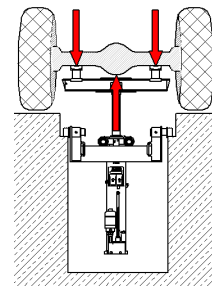
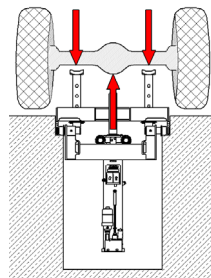
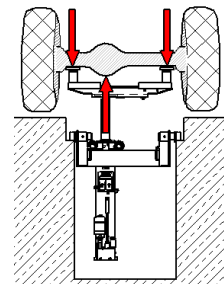

Abb. 19
Abb. 21
Abb. 22
- *Lastschwerpunkt muss immer genau zentrisch über dem Hubgerät liegen. → Abb. 19; Abb. 21; Abb. 22*